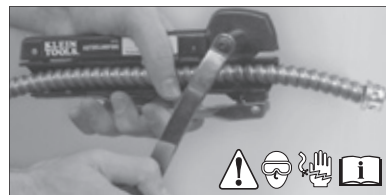

FIG. 1
STEP 1 – ASSEMBLY (FIG. 1)
1. Using a small screwdriver, remove storage cartridge (A) from drive knob (B).
2. Remove cutter blade (C) from the storage cartridge. Replace cartridge after blade is removed.
3. Remove small thumbscrew (D) on cutter body to fully open two cutter body halves.
4. Remove nut (E) from end of drive axle (F) opposite the handle.
5. Insert drive axle and handle assembly into cutter body (G).
6. Place blade onto drive axle with Klein Tools logo facing outwards (H), ensuring blade is fully seated.
PASO 1 – ENSAMBLE (FIG. 1)
1. Con un desarmador pequeño, quite el cartucho de almacenamiento (A) de la perilla de mando (B).
2. Retire la cuchilla (C) del cartucho de almacenamiento. Reponga el cartucho después retirar la cuchilla.
3. Extraiga el tornillo de mariposa pequeño (D) del cuerpo del cortador para abrir ambas mitades del cortador por completo.
4. Quite la tuerca (E) del extremo del eje de mando (F) opuesto al mango.
5. Introduzca el conjunto de eje de mando y mango en el cuerpo del cortador (G).
6. Coloque la cuchilla en el eje de mando de modo que el logotipo de Klein Tools quede hacia afuera (H). De esta forma se garantiza que la cuchilla quede completamente asentada.
ÉTAPE 1 – ASSEMBLAGE (FIG. 1)
1. À l'aide d'un petit tournevis, retirez la cartouche de rangement (A) du bouton du mécanisme (B).
2. Retirez la lame de coupe (C) de la cartouche de rangement. Remplacez la cartouche après avoir retiré la lame.
3. Retirez la petite vis de serrage (D) du corps du coupe-câble pour ouvrir complètement les deux moitiés du corps de l'outil.
4. Retirez l'écrou (E) de l'extrémité de la tige d'entraînement (F) à l'opposé de la poignée.
5. Insérez l'extrémité de l'assemblage de la tige d'entraînement et de la poignée dans le corps de l'outil (G).
6. Placez la lame sur la tige d'entraînement, le logo Klein Tools orienté vers l'extérieur (H), en vous assurant d'insérer solidement la lame.